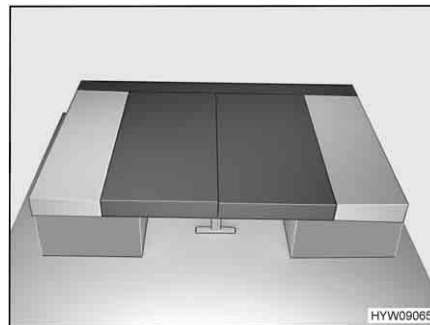

Fig. 72 Dopo la trasformazione
- Sistemare i cuscini del sedile e dello schienale come illustrato nella Fig. 72.